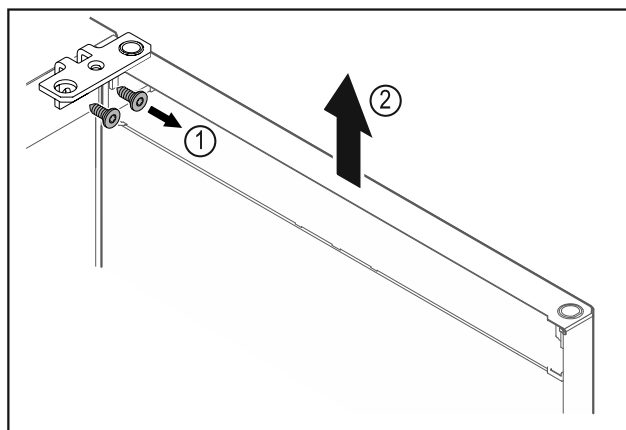

Fig. 12
- ▶ Отвинтите шарнирные уголки Fig. 12 (1).
- ▶ Дверь вместе с шарнирными уголками поднимите строго вертикально вверх Fig. 12 (2) приблизительно на 200 мм и снимите.